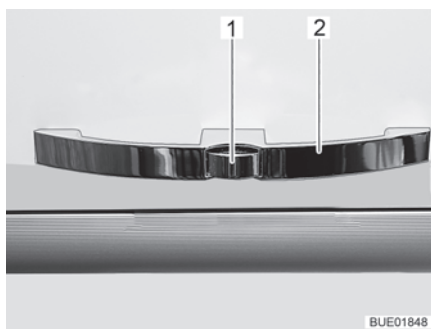

Fig. 48 Sportello del mobile con maniglia (esempio)
- Premere il bottone di sbloccaggio (Fig. 48,1) della maniglia (Fig. 48,2) e mantenerlo premuto.